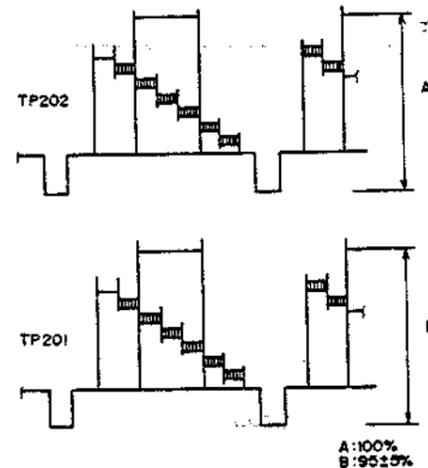

Abb. 4-112 IH-Verzögerungsleitungs-Ausgangspegel
- (3) IH-Verzögerungsleitungs-Ausgangspegel (Abb. 4-112, 4-152)